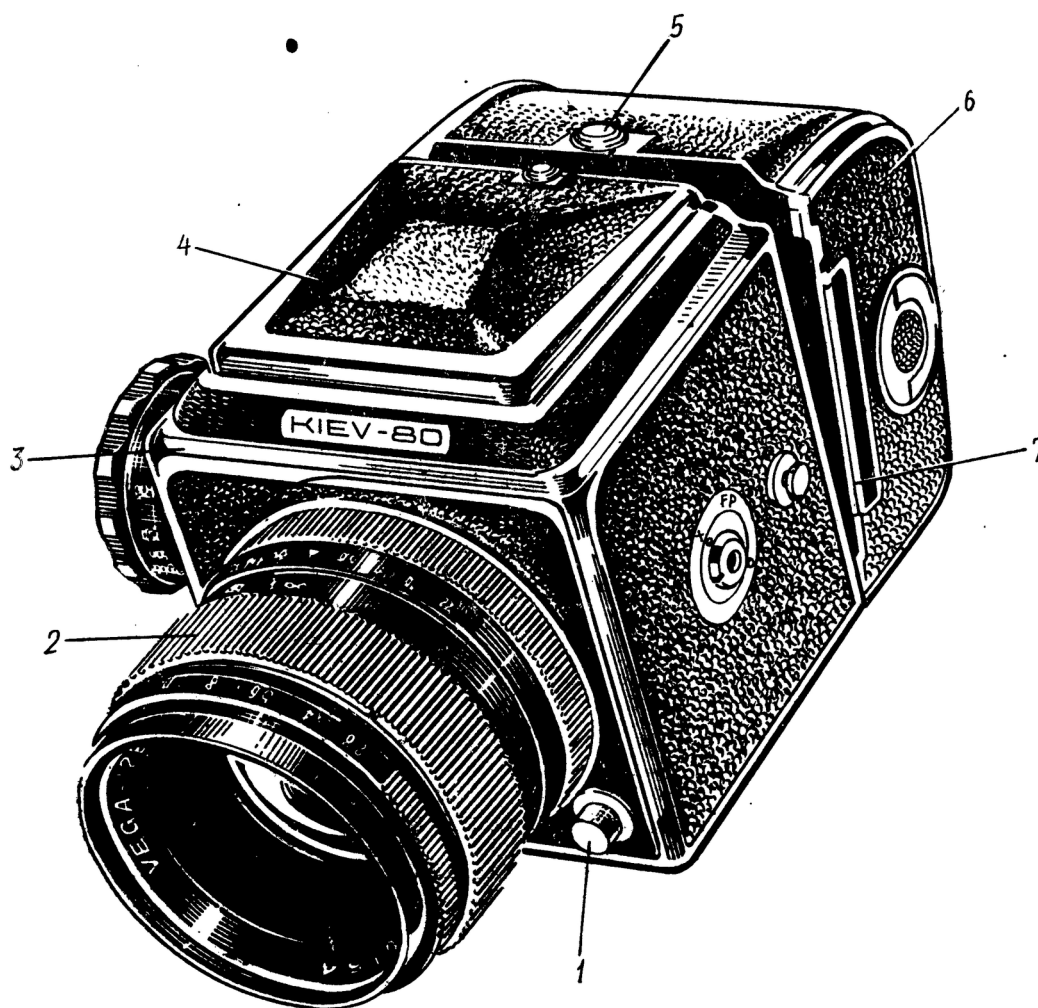
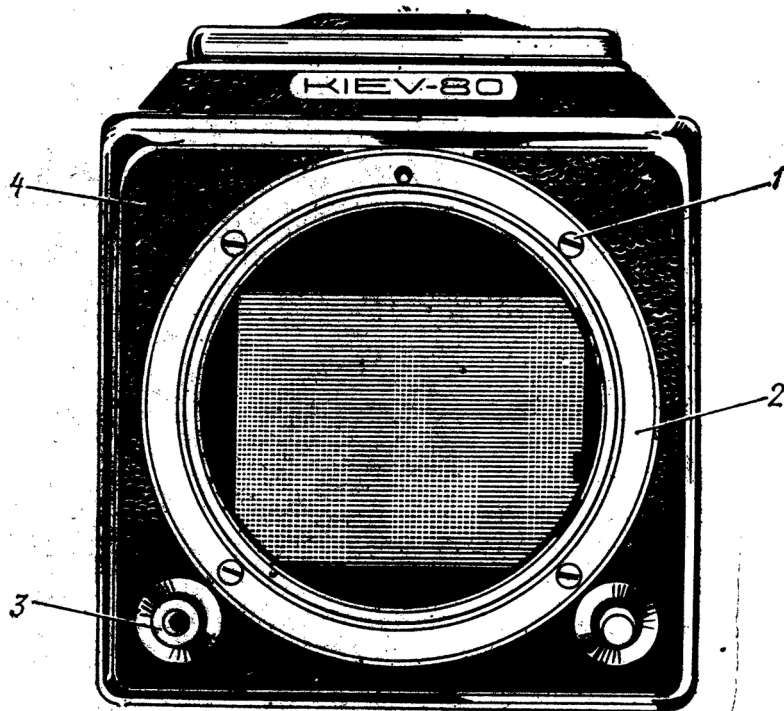
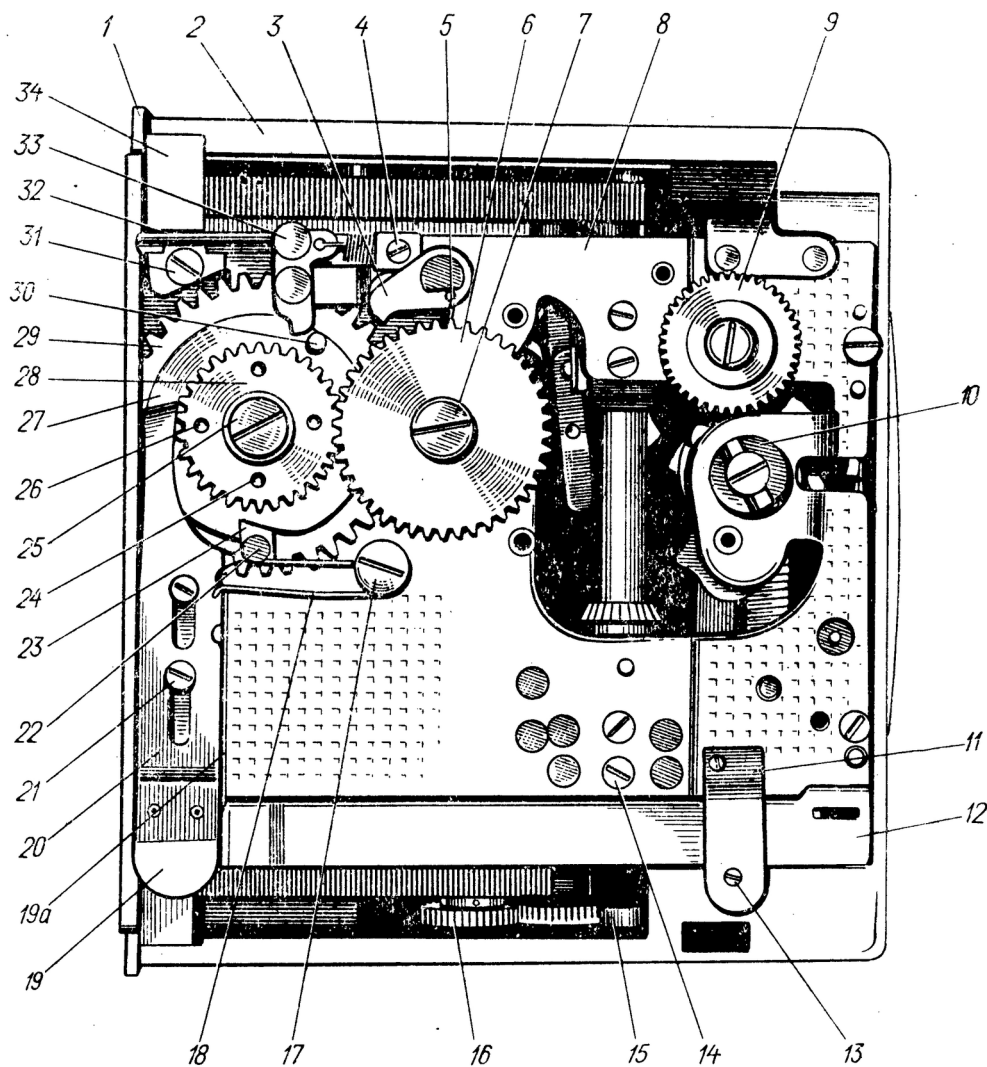

Рис. 1. Общий вид фотоаппарата «Киев-80»:
Рис. 5. Опорное кольцо объектива на корпусе:
Рис. 14. Затвор со снятой заводной головкой:
6.6.7. Установить корпус 2 затвора (рис. 14) в корпус 3 фотоаппарата (рис. 1). Перед установкой затвора необходимо с корпуса затвора снять заводную головку согласно п.4.1.9.
6.6.8. Проверить, чтобы в спусковой кнопке 3 (рис. 5) был установлен толкатель. На корпус затвора установить рычаг 1 (рис. 18).
6.7.1. Проверить в корпусе 3 (рис. 1) плоскостность торца базовой поверхности. Корпус, установленный на плитку 7030-8128, не должен иметь качки, при необходимости ее устранить.
Установить корпус затвора в корпус камеры так, чтобы он дошел до упора, при этом рамка 1 (рис. 14) должна быть заподлицо с поверхностью торца корпуса, допустимое утопание не более 0,1 мм. Регулировку производить шайбами 8.680.876, прокладывая их между корпусами затвора и камеры.
6.8.3. Согласно рис. 5 наклеить клеем СВ-88 на корпус фотоаппарата обклейку 4, снятую при разборке фотоаппарата.
8.680.000) и кольцо-уплотнитель 8.680.007 согласно меткам. На прокладки установить опорное кольцо 2 (рис. 5) и закрепить его четырьмя винтами 1. Винты не должны выступать над кольцом, срыв шлицев не допускается.
6.10.1. Проверить в камере размер $78,6 \pm 0,02$ мм от опорной поверхности кольца 2 (рис. 5) до базовой поверхности корпуса 3 (рис. 1). Между поверхностями параллельность по размеру $78,6 \pm 0,02$ мм должна быть не более 0,02 мм. Замер производить на приспособлении индикаторном 8701-4534, выставляя его по эталону 8431-4683 на размер 78,6 мм. Регулировать прокладками согласно п.6.9.1.
Проверить рабочий отрезок фотоаппарата, он должен быть равен размеру $82,1 \pm 0,04$ мм от торца опорного кольца 2 (рис. 5) до верхней плоскости прижимной планки 6 (рис. 24), прижатой к роликам 2. Замер производить индикаторным калибром 8701-4484, выставив размер 82,1 мм по эталону 8431-4400. Проверку рабочего отрезка производить на выдержке «В» с полностью открытым кадровым окном и вынутым из кассеты шибером 7 (рис. 1).
6.13.3. Установить на фотоаппарат визирное устройство 4 (рис. 1) и объектив 2.
6.14.1. Проверить фотоаппарат на светонепроницаемость. Зарядить кассету пленкой, вынуть шибер 7 (рис. 1), полностью от-